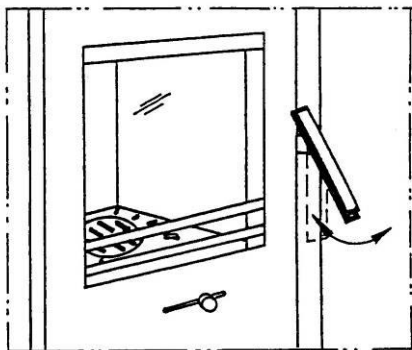

Fig. 2
Pour obtenir une combustion propre, il vaut mieux fractionner les charges Réglez ensuite la prise d'air primaire (voir fig. 2)
- ouvrir la porte en basculant la poignée vers le haut. (voir fig. 2.)